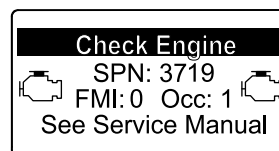

Bild 54
- Wenn eine Wiederherstellung-Regenerierung erforderlich ist, wird im InfoCenter die Motorwarnung SPN 3719, FMI 16 (Bild 54) angezeigt, und der Computer verringert die Motorleistung auf 85 %.